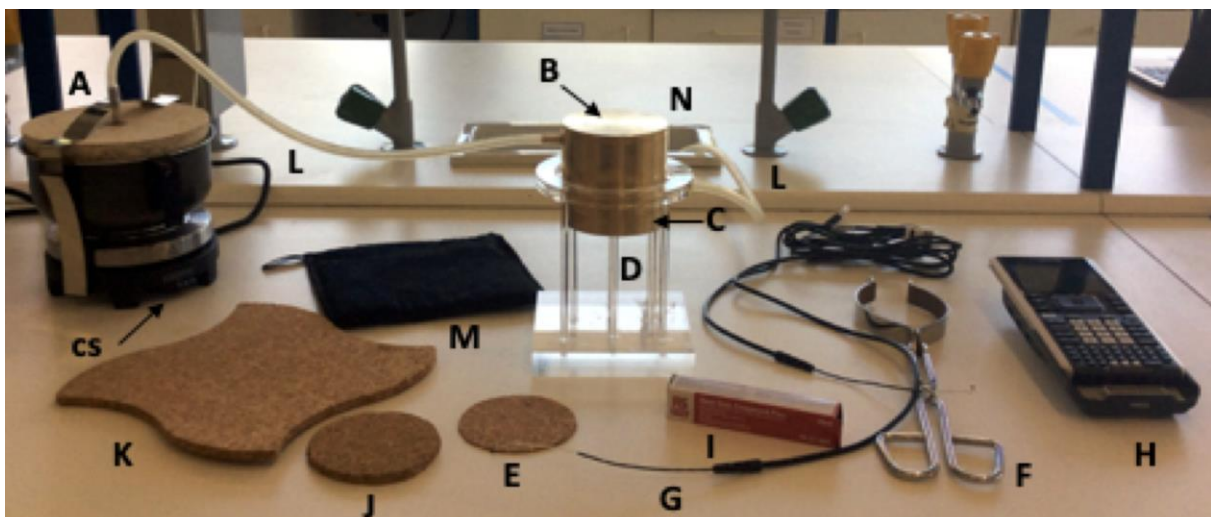

Figure 1 - 4.2 – Matériels et équipements expérimentaux.
L'énergie thermique (chaleur) est l'énergie transférée en raison de la différence de température (le transfert d'énergie s'effectue toujours de la zone la plus chaude à la zone la plus froide). Le transfert d'énergie peut se produire par différents mécanismes, que sont la conduction, la convection et le rayonnement. La conduction est un mécanisme de transfert d'énergie thermique (ou flux d'énergie thermique) qui a lieu à l'intérieur d'un corps ou entre des corps en contact et qui correspond à un transfert d'énergie cinétique lors des collisions se produisant à l'échelle microscopique. Lorsqu'une très petite **quantité d'énergie thermique dQ** est transférée dans un intervalle de temps très court dt, le flux d'énergie thermique, également appelé puissance thermique, se définit comme : **$H = dQ/dt$** . Le flux d'énergie thermique à travers un corps homogène (voir figure 1 - 4.1) est donné par la loi :
Figure 1 - 4.1 – Conduction thermique à travers une barre de longueur l et de section A perpendiculaire au flux d'énergie thermique, placée entre deux corps qui sont respectivement à des températures T_1 et T_2 . La différence de température entre les deux côtés de la barre provoque un flux d'énergie thermique allant du côté le plus chaud vers le côté le plus froid, comme représenté par la flèche ci-dessus. L'énergie thermique transférée à travers la barre, dans un intervalle de temps donné, dépend de la différence de température, de la longueur de la barre (l), de la section transversale (A) et de la conductivité thermique du matériau constituant la barre (k).
Matériel et équipement (Figure 1 - 4.2)
Figure 1 - 4.3 illustre la première de deux configurations expérimentales que vous utiliserez pour mesurer la conductivité thermique d'un échantillon en liège, en utilisant la méthode du disque de Lee. L'échantillon de liège (**CK**) est en forme de disque. Vous le placerez entre la chambre à vapeur cylindrique (**SC**) et un disque en laiton - le disque de Lee (**LD**) - qui sont montés sur un socle en acrylique.
Figure 1 - 4.3 – Montage expérimental pour la première partie de la méthode du disque de Lee pour déterminer la conductivité thermique d'un échantillon en liège. A gauche, on voit l'appareil lui-même, tandis qu'à droite, on peut voir, schématiquement, comment les données sont collectées. SC - Chambre à vapeur ; CK - Échantillon de liège ; LD - Disque de Lee ; BB - Base en laiton ; T_{SC} - Température de la base de la chambre à vapeur ; T_{LD} - Température de la base du disque de Lee ; I - Entrée vapeur ; O - Sortie vapeur ; d - Épaisseur de l'échantillon.
5. Mettez la chambre à vapeur en contact avec le disque de Lee. Allumez le générateur de vapeur et préchauffez le disque à la température T de 60 °C. Cette procédure est très rapide. **Ne pas dépasser $T = 65$ °C. Utilisez la lame métallique située au-dessus de la chambre à vapeur pour maintenir fermée la chambre**, enlevez-la du support en acrylique et placez-la sur la grande base isolante en liège (K sur la figure 1 - 4.2). Si la température dépasse 65 °C, attendre qu'elle revienne à cette valeur avant de passer à l'étape suivante.
6. Placez l'échantillon de liège sur le dessus du disque de Lee (C). Placez la chambre à vapeur (B), **avec précaution et à l'aide de la pince en métal (F)**, sur le dessus de l'échantillon de liège (E). L'échantillon de liège doit apparaître entre les deux composants en laiton du montage (voir Figure 1 - 4.3). Vérifiez que l'ensemble complet est maintenant posé sur le support en acrylique (D). Assurez-vous que les sondes de température restent correctement placées.
3. Tournez le curseur de commande sur "0" et débranchez l'appareil de l'alimentation électrique. En utilisant la manique en tissu comme protection, retirez la chambre à vapeur du haut du disque de Lee à l'aide de la pince et placez-la sur la grande base isolante en liège (K sur la figure 1 - 4.2). Placez le bloc isolant J (Figure 1- 4.2) sur le disque et enregistrez la température T_{LD} en fonction du temps.